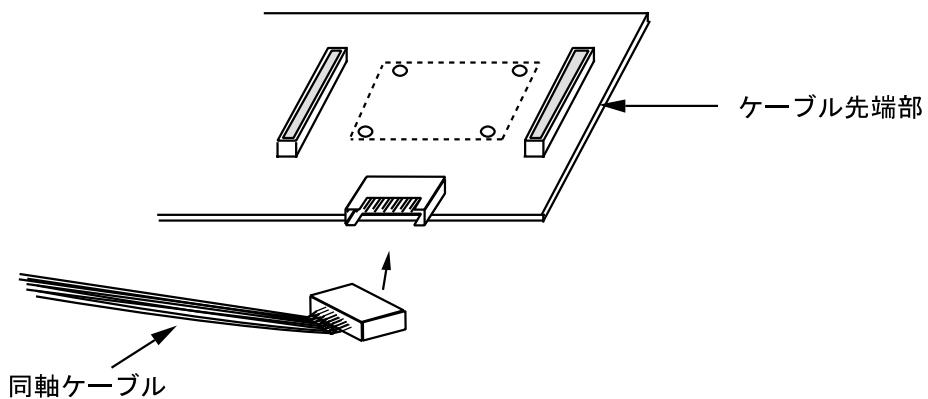

図 9 同軸ケーブルの接続
- (4) OSD、サーボ系制御信号はエミュレータ本体から同軸ケーブルで接続します。図 9 に示すように、同軸ケーブルを接続してください。